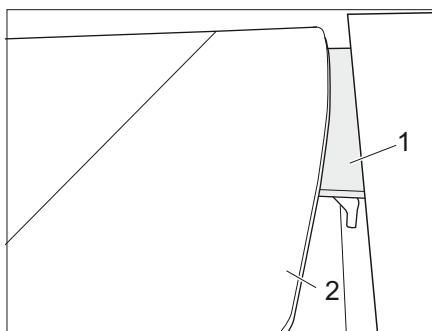
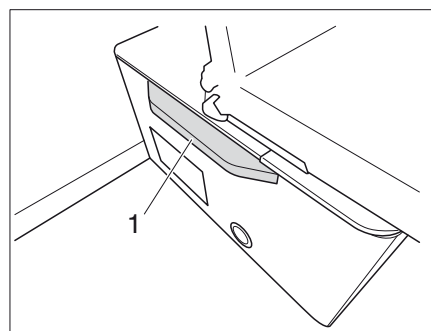

Bild 119 Sänk bord till stödkanten
Bild 120 Sänk bordet till bordsbreddningen
- Sväng bordsskivan (Bild 119,2) nedåt till stödkanten (Bild 119,1) eller låt den vara på den därför avsedda bordsbreddningen (Bild 120,1).